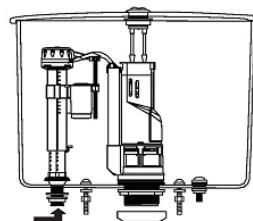

Рис. 2
2. Установите в бачок впускной клапан (со стороны вентиля) и сливной клапан (рис.2).